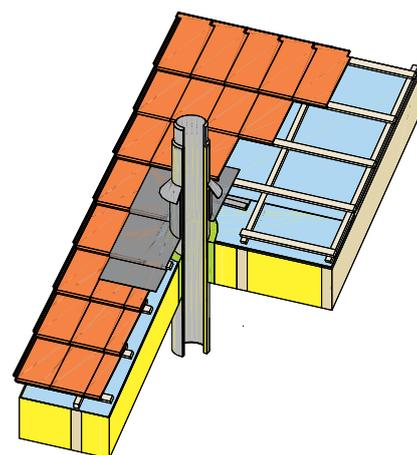

Fig. 3 Conduit de fumée passant à travers une toiture.
- **Distance entre le conduit et les isolants incombustibles** : pour les conduits avec un marquage CE, la classe de résistance au feu de cheminée indique la distance (en mm) à respecter entre la paroi externe du conduit et les matériaux combustibles. En l'absence d'informations sur le conduit, notamment dans le cadre d'une rénovation, la norme NBN/DTD B 61-002 précise qu'aucun matériau combustible ne peut se trouver à moins de 150 mm de la paroi extérieure du conduit de raccordement ou d'évacuation (voir figure 3).